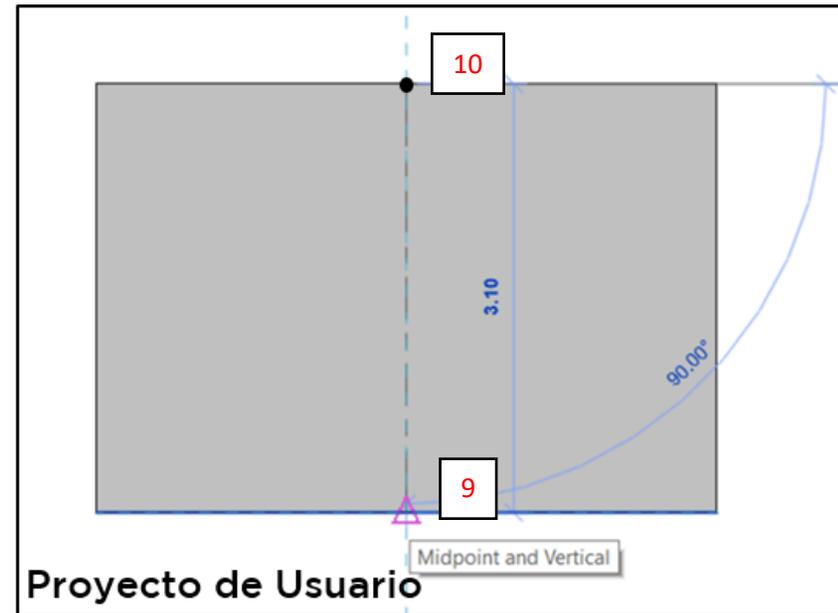

Fig. 24
- F. En al *Área de Dibujo*, trazar una línea según el largo de la viga, sobre el modelo de la losa. En nuestro ejemplo, trazar desde el punto (9) hasta el punto (10). (Fig. 24)